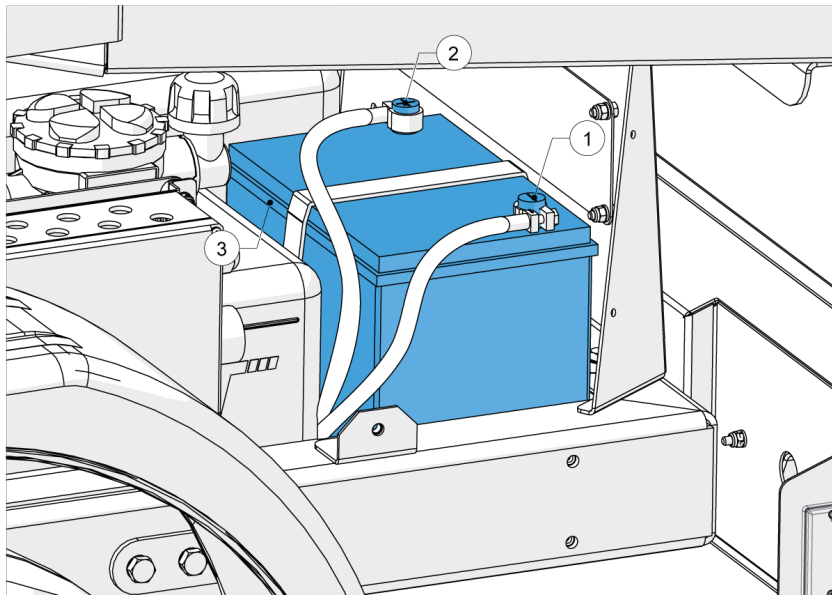

Figure 75 - Bornes de la batterie
5. Débranchez d'abord le fil négatif de la batterie (1, Figure 75), puis le fil positif (2, Figure 75).
11. Branchez d'abord le fil positif de la batterie (2, Figure 75), puis le fil négatif (1, Figure 75).